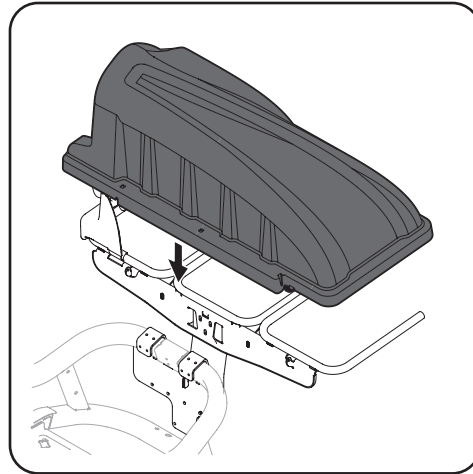

Figure 4-20
1. Installez le support de tige de montage (747-06043) sur la culotte à l'aide de deux vis à épaulement (738-1225) et de deux écrous de blocage à bride (712-04064) de la trousse de quincaillerie 689-00636. Assurez-vous que les vis à épaulement (738-1225) sont posées à l'intérieur de la culotte. Consultez la Figure 4-20.